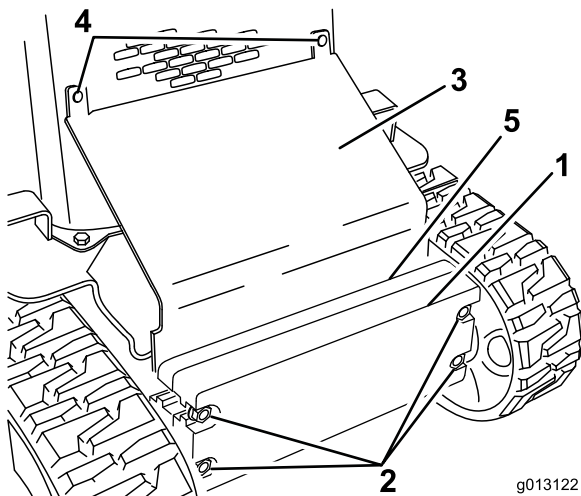

Bild 27
2. Lockern Sie die Schrauben, mit denen der Ballast befestigt ist (Bild 27).
3. Entfernen Sie die Schlossschrauben und Muttern, mit denen die schräge Platte befestigt ist (Bild 27).
10. Schieben Sie die schräge Platte zwischen den Rahmen und dem Ballast und befestigen Sie sie mit den vorher abgenommenen Schlossschrauben und Muttern am vorderen Gitter (Bild 27).
11. Ziehen Sie die Schrauben an, mit denen der vordere Ballast befestigt ist (Bild 27).